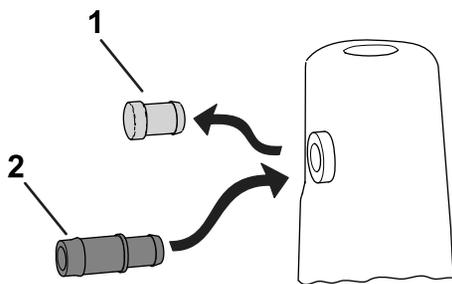

Figure 4
11. Déposez le bouchon du réservoir de liquide hydraulique (selon l'équipement) ; voir Figure 4.
12. Insérez l'embout dans la bague en caoutchouc (Figure 4).